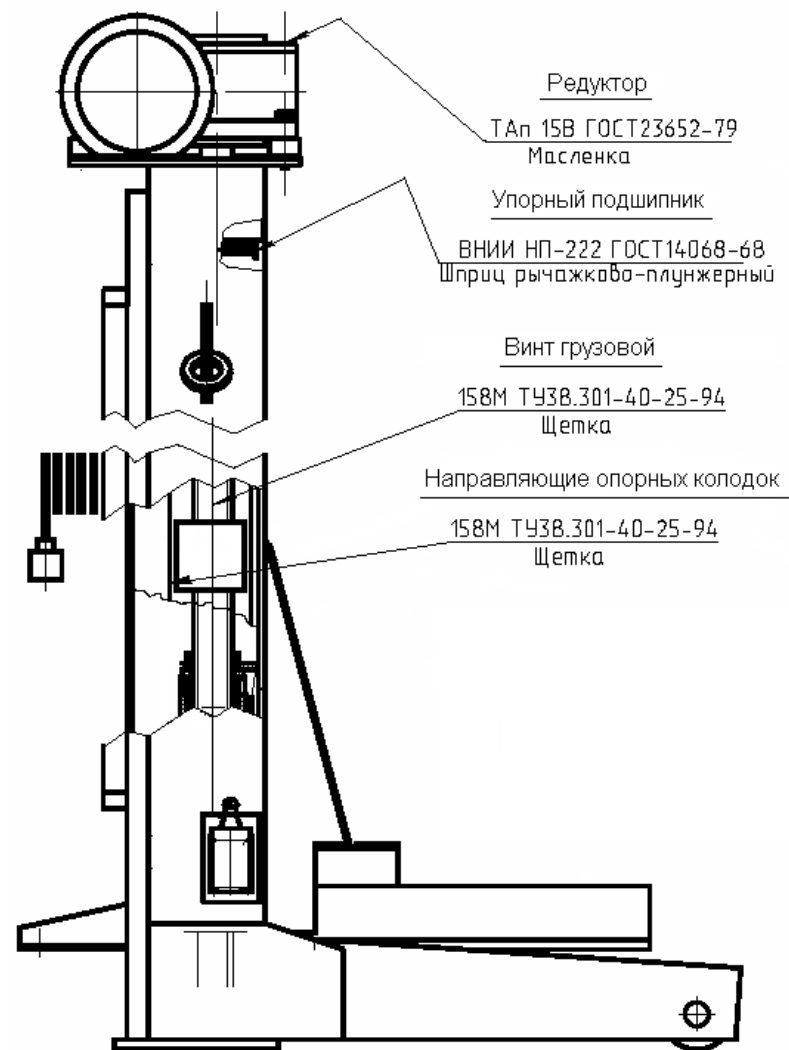

Рис. 6. Карта смазки стойки подъемника ПП-6
- 6.2.2 Для ревизии состояния смазки трущихся деталей (см. карту смазки на Рис. 6), в каждой стойке необходимо:
- произвести смазку стоек подъемника в соответствии с картой смазки (см. Рис. 6).